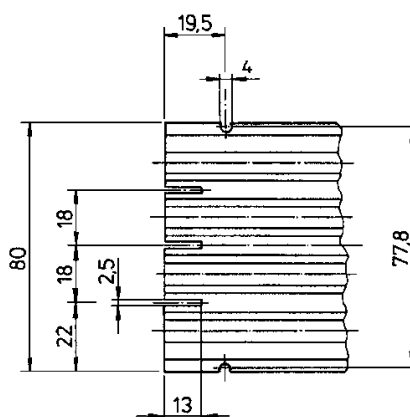

Fig. 4: Dimensions pour les fentes au bout du rail conducteur
- Scier les fentes selon le croquis (voir Fig. 4).
- Scier des encoches comme indiquer sur le schéma (voir Fig. 4).